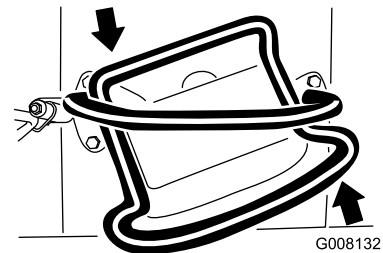

Bild 10
- Drehen Sie den Fahrtriebshebel nach links, um nach links zu fahren (Bild 10).